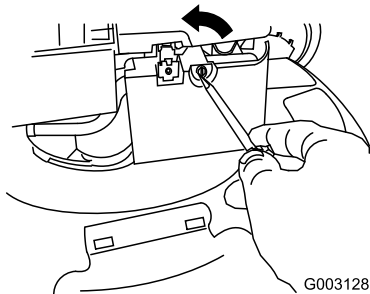

Figura 26
2. Utilice un destornillador para abrir la tapa del filtro de aire (Figura 26).